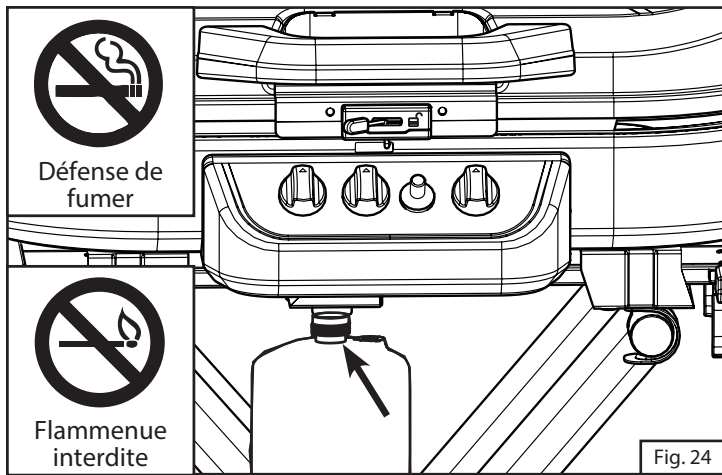

Fig. 24
3. Appliquez la solution savonneuse aux raccords indiqués par les flèches. (Fig. 24) S'il se produit des bulles à ces endroits, il y a une fuite.